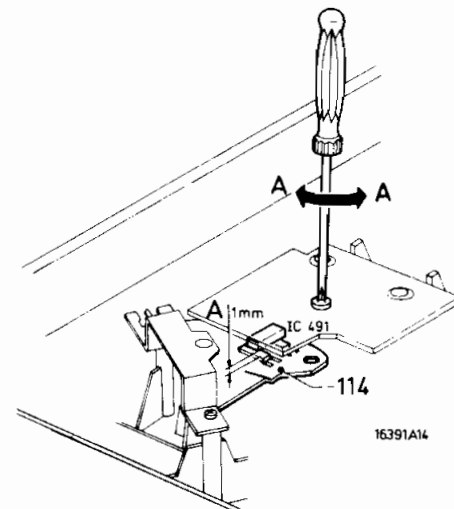

Fig. 5
2. Adjusting IC491 with respect to magnet (Fig. 5)
2. Instelling IC491 t.o.v. magneet (Fig. 5)
2. Réglage de l'IC491 par rapport à l'aimant (Fig. 5)
2. Einstellung der IC491 gegenüber Magnet (Fig. 5)
2. Regolazione dell'IC 491 nei confronti della calamita (Fig. 5)